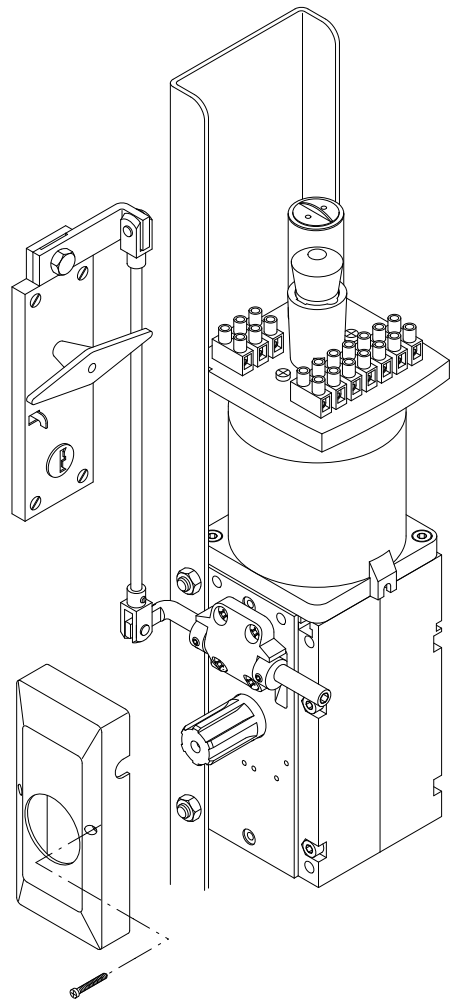

Fig.11
7.2 Sblocco interno - esterno a maniglia con chiave personalizzata (fig. 11).
7.2 Handle internal - external release with personalized key (fig. 11).